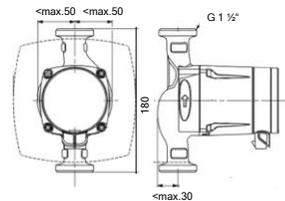

Рис.9: Максимальные размеры насоса
8. Насосы любого производителя (макс. размеры см. Рис. 9)!